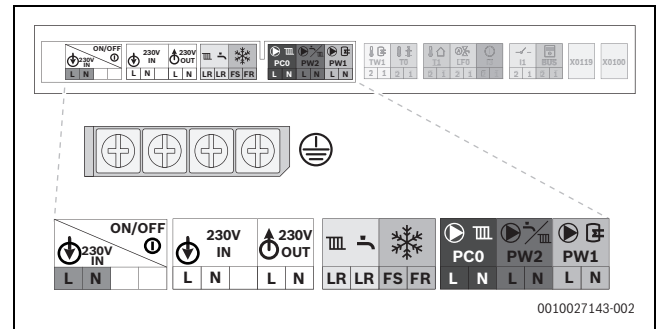
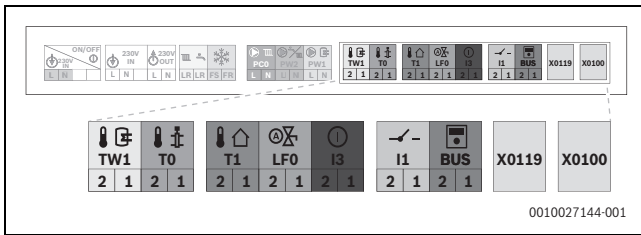

Bild 86 Netzspannungsbereich: Klemmleiste
Bild 87 Niederspannungsbereich: Klemmleiste
- Kabel an der Klemmleiste für externes Zubehör (→ Bild 86 und Bild 87) anschließen.